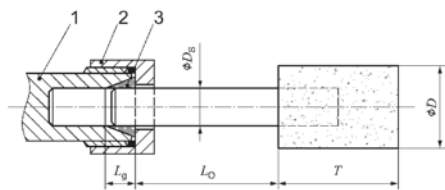

Figura 1: lungimea de încăstrare a mandrinei și cleva de strângere
- Aveți în vedere că turația permisă la corpurile abrazive mici trebuie redusă ca urmare a creșterii lungimii tijei între capătul clemei de strângere și corpul abraziv mic (surplus). Respectați lungimea minimă de încăstrare de 10 mm. (Consultați figura 1 și recomandările producătorului de corpuri abrazive mici).